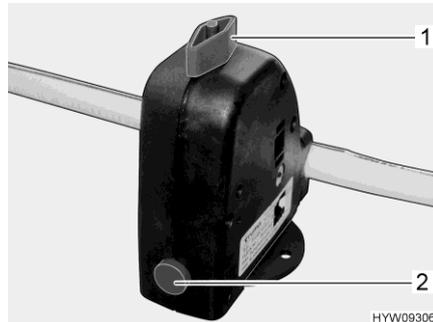

Fig. 108 Valve de sécurité et de vidange (chauffe-eau)
Le chauffe-eau est équipé d'une valve de sécurité et de vidange (Fig. 108). La valve de sécurité et de vidange empêche que l'eau ne gèle dans le chauffe-eau lorsque le chauffage n'est pas allumé en cas de gel.
- Fermer la valve de sécurité et de vidange. Tourner pour cela le bouton rotatif (Fig. 108,1) dans le sens transversal par rapport à la valve de sécurité et de vidange et enfoncer le bouton-poussoir (Fig. 108,2).
- Ouvrir la valve de sécurité et de vidange. Tourner le bouton rotatif (Fig. 108,1) dans le sens longitudinal par rapport à la valve de sécurité et de vidange. Le bouton-poussoir (Fig. 108,2) ressort. Le chauffe-eau est vidé à l'extérieur par le biais de la valve de sécurité et de vidange.